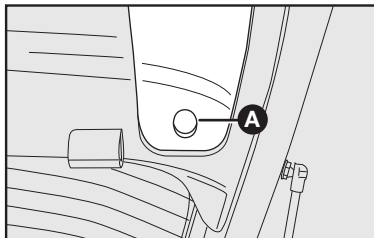

fig. 33
1) Utilizando uma chave philips, retirar a tampa **A-fig. 33** na parte interna da tampa do porta-malas.